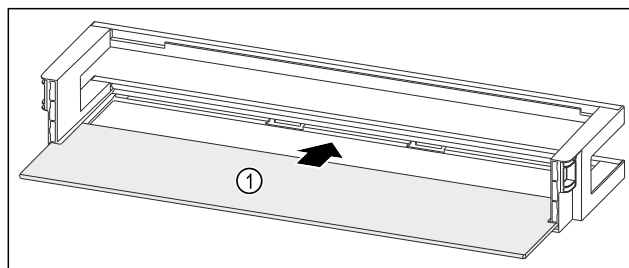

Fig. 204 Odkladací priestor vo dverách s odkladacou plochou
- Zasuňte odkladaciu plochu Fig. 204 (1) do bočných vybrání.